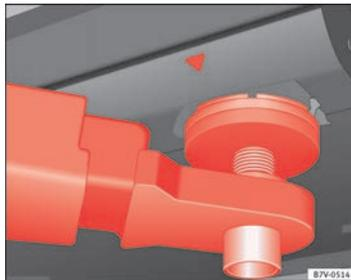
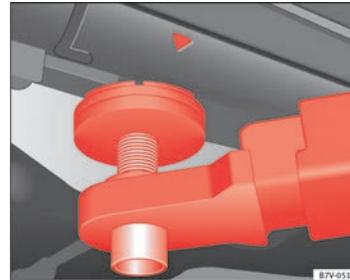

Fig. 162 Points d'appui avant pour lever le véhicule avec un pont-élévateur ou un cric.
Fig. 163 Points d'appui arrière pour lever le véhicule avec un pont-élévateur ou un cric.
Pour lever le véhicule, vous devez uniquement utiliser les points indiqués dans les figures ⇒ fig. 162 et ⇒ fig. 163. Si le véhicule n'est pas levé par les points indiqués, cela peut provoquer des dommages ⇒  et de graves blessures ⇒ .
- Pour lever le véhicule, vous devrez uniquement utiliser les points indiqués dans les figures ⇒ fig. 162 et ⇒ fig. 163. S'il n'est pas levé par les points indiqués, il pourrait tomber du pont-élévateur lors de la réalisation d'opérations de dépose du moteur ou de la boîte de vitesses, par exemple.